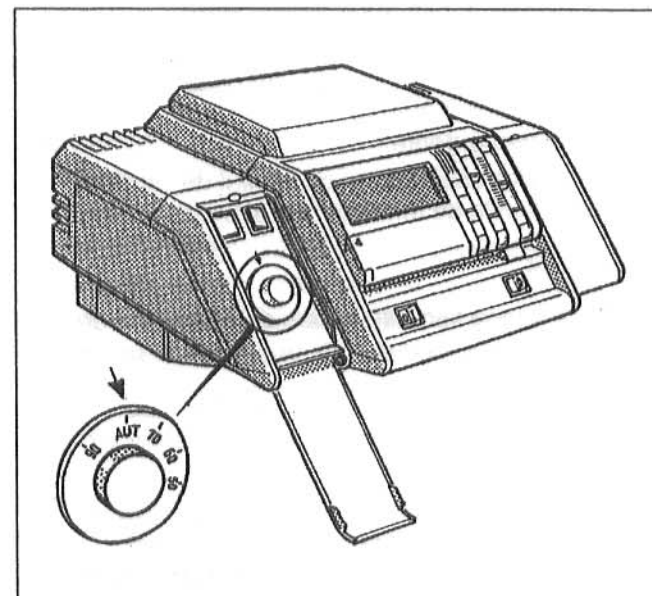

Fig. 2: Aparatul de reglare al temperaturii apei cazanului
- Se deschide clapa de acoperire din stânga a aparatului de reglare (Fig. 2).
- Aparatul de reglare al temperaturii apei cazanului (Fig. 2) se aduce pe poziția "AUT".